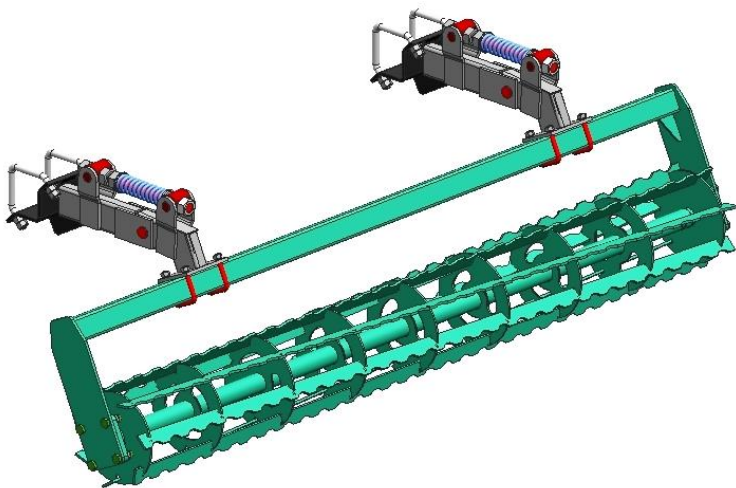

Рисунок 2 – ПКО - приставка катковая однорядная
- ПКО - приставка катковая однорядная (рис. 2);